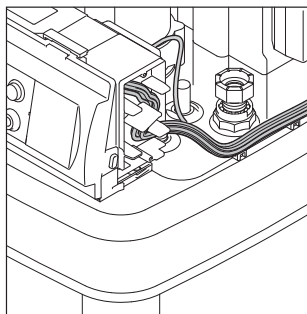

Figura 4-25 Inserire il cablaggio nelle sezioni.
- Inserire il cablaggio diretto all'esterno dal lato destro dell'alloggiamento negli appositi dispositivi di scarico della trazione (figura 4-25). Per il cablaggio interno in caso di sostituzione procedere come per il lato sinistro dell'alloggiamento.